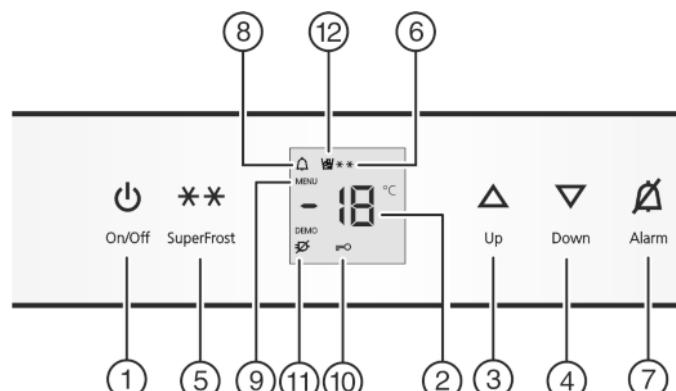

Fig. 2
- Stiskněte tlačítko On/Off Fig. 2 (1).
- Aktivace režimu nastavování: Stiskněte tlačítko SuperFrost Fig. 2 (5) asi na 5 sekund.
- Symbol Menu Fig. 2 (9) svítí.
- Pro potvrzení krátce stiskněte tlačítko SuperFrost Fig. 2 (5). Když se na ukazateli zobrazí **cl**:
- Pro zapnutí dětské pojistky krátce stiskněte tlačítko SuperFrost Fig. 2 (5).
- Symbol dětské pojistky Fig. 2 (10) svítí. Na displeji bliká **c**. Když se na displeji zobrazí **c0**:
- Pro vypnutí dětské pojistky krátce stiskněte tlačítko SuperFrost Fig. 2 (5).
- Symbol dětské pojistky Fig. 2 (10) zhasne. Na displeji bliká **c**.
- Ukončení režimu nastavení: Stiskněte tlačítko On/Off Fig. 2 (1).
- Stiskněte tlačítko Alarm Fig. 2 (7).
Současně bliká ukazatel teploty a symbol Alarm Fig. 2 (8).
Výstražný bzučák se vypne automaticky, symbol Alarm Fig. 2 (8) se vypne a ukazatel teploty přestane blikat, když je teplota zase dostatečně nízká.
- Nastavení vyšší teploty: Stiskněte seřizovací tlačítka Up Fig. 2 (3).
- Nastavení nižší teploty: Stiskněte seřizovací tlačítka Down Fig. 2 (4).